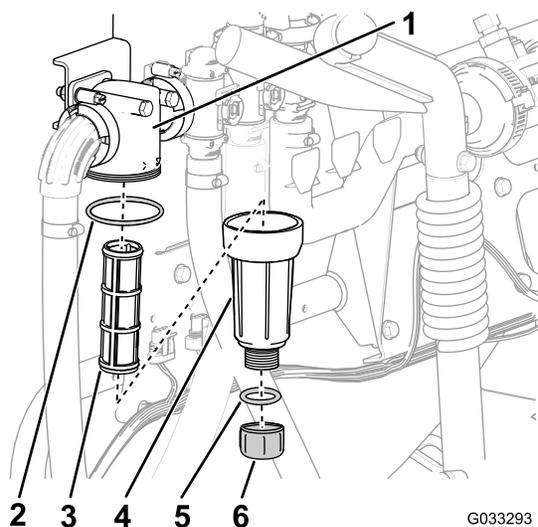

图 30
2. 在压力式滤清器下放置一个排放盘图 30。
3. 逆时针旋转排油盖然后将其从压力式滤清器的油碗中取出图 30。
4. 逆时针旋转油碗然后拆下滤清器头图 30。
5. 拆下压力式滤清器的滤芯图 30。
7. 检查排油塞的垫片在油碗内侧和油碗的垫片在滤清器头内侧是否有磨损和损坏图 30。
8. 将压力式滤清器滤芯安装到滤清器头中图 30。
9. 将油碗安装到滤头上并用手紧固图 30。
10. 将排油盖安装到油碗底部的接头上然后用手拧紧排油盖图 30。